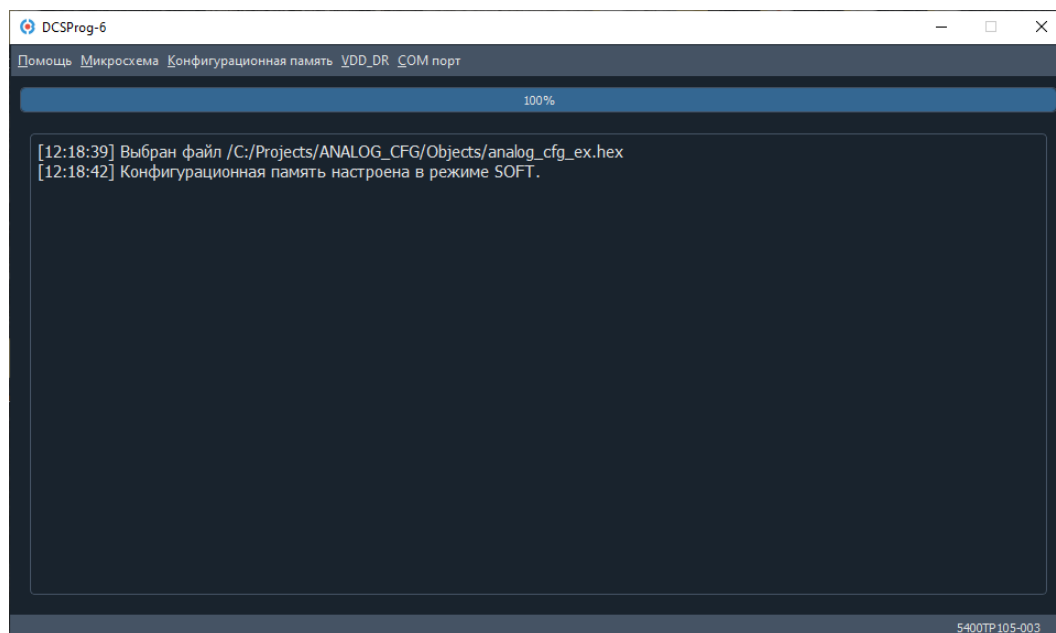

Рисунок 55. Завершение настройки конфигурационной памяти
5. После завершения программирования программа выдаст сообщение «Конфигурационная память настроена в режиме «SOFT» (Рисунок 55).